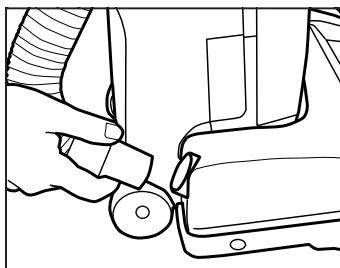

Fig. 3
1. Retire la manguera extensible de la boquilla de la aspiradora (Fig. 3).